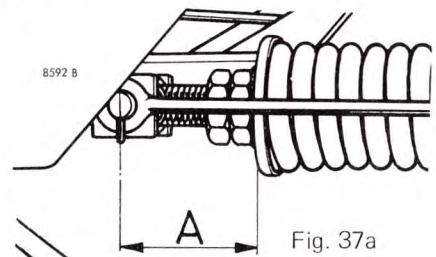

Fig. 37a
**Såfremt skærebordet ikke kan løftes, skal afstanden A fig. 37a øges.** Afstanden A skal normalt være ca. 113 mm.